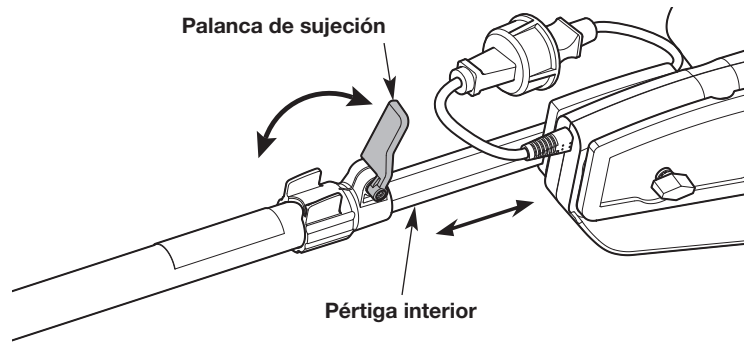

Fig. 4
1. Levante la palanca de sujeción (Fig. 4).
2. Deslice la pértiga interior hasta la longitud deseada (Fig. 4).
3. Baje la palanca de sujeción para trabar la pértiga interior en su lugar (Fig. 4).